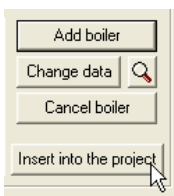

Рис. 3.2-12 Вставка устройства в проект
5. Котел с его параметрами появится в клетке с названием *Concept of boilers/Решение котлов*. Если вас решение удовлетворяет, щелкните на кнопку *Insert into the project/Вставить в проект*. (Рис. 3.2-12)